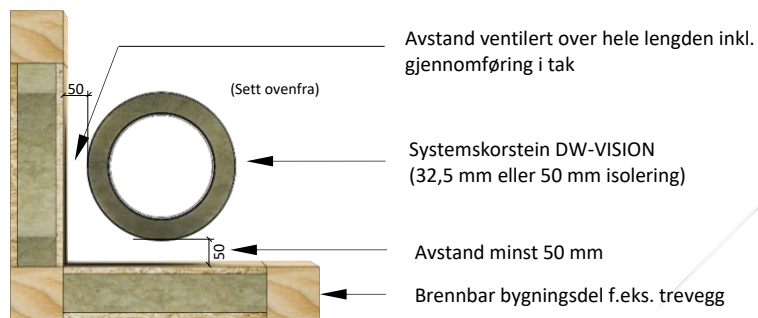

Fig. 2:
**OBS:** Avstanden til brennbare materialer refererer til en ventilert installasjon over hele lengden (se fig. 2)!